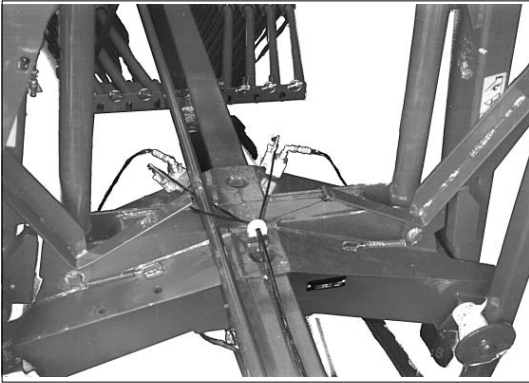

Bild 6-3
- Soll der zweite Kreisel wieder abgelassen werden, ist am Zugseil zu ziehen, um das Ventil wieder zu öffnen. Der Kreisel senkt sich dann in Arbeitsstellung ab (Bild 6-3)